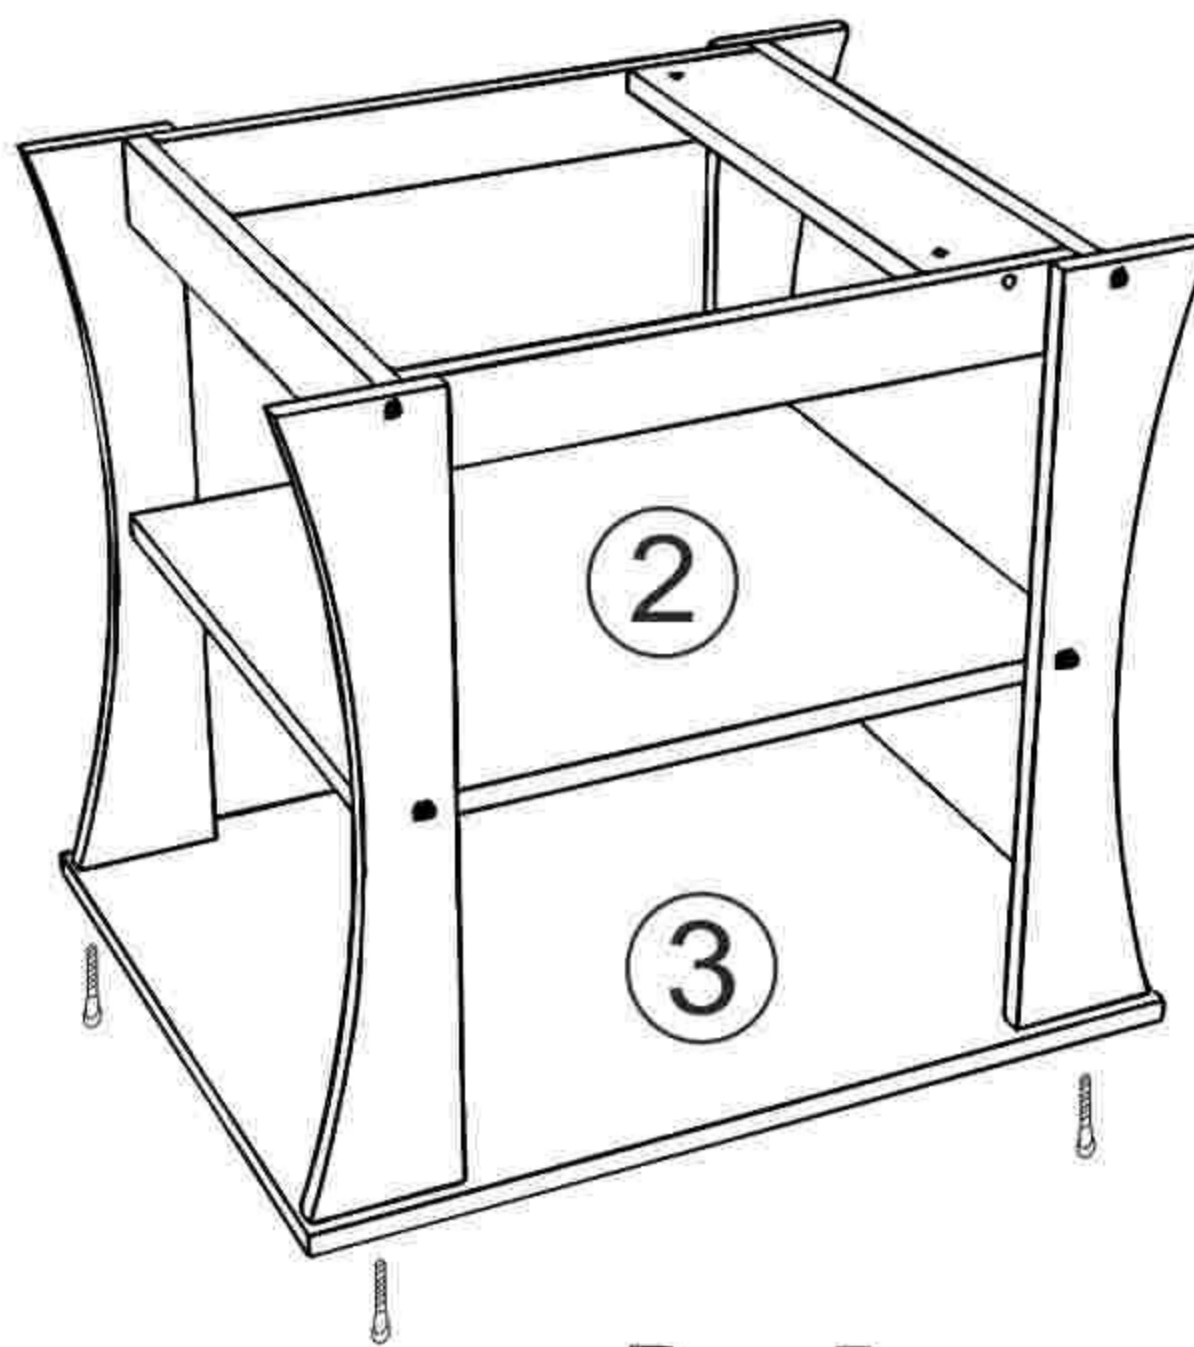

Рис.5
6. Крепим полку среднюю (2) к стойкам (5) конфирматами. - (см. рис 4) и прикрепляем дно (3) - рис.5.
7. Прикручиваем опоры колесные (е) к дну (3) с помощью саморезов (ж).